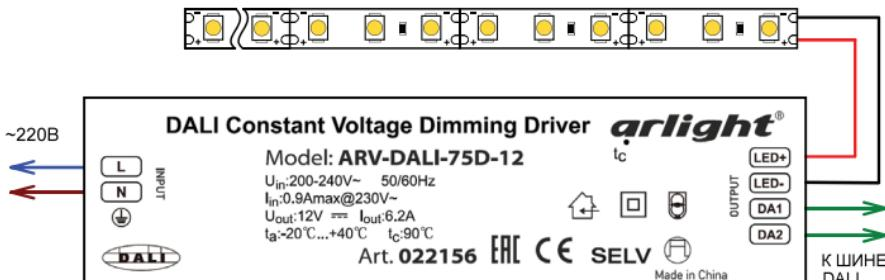

Рис.1. Подключение источника напряжения
- 3.3. Подключите светодиодную ленту или другой совместимый светодиодный источник света к выходным (OUTPUT) клеммам LED+ и LED- (Рис.1). Строго соблюдайте полярность подключения!